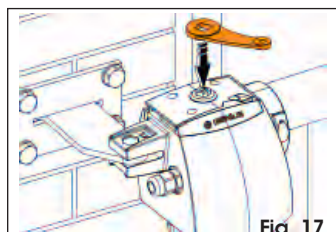

Fig. 17
2. Introduzca la llave de maniobra en la específica sede situada en la parte superior del operador (Fig. 17).